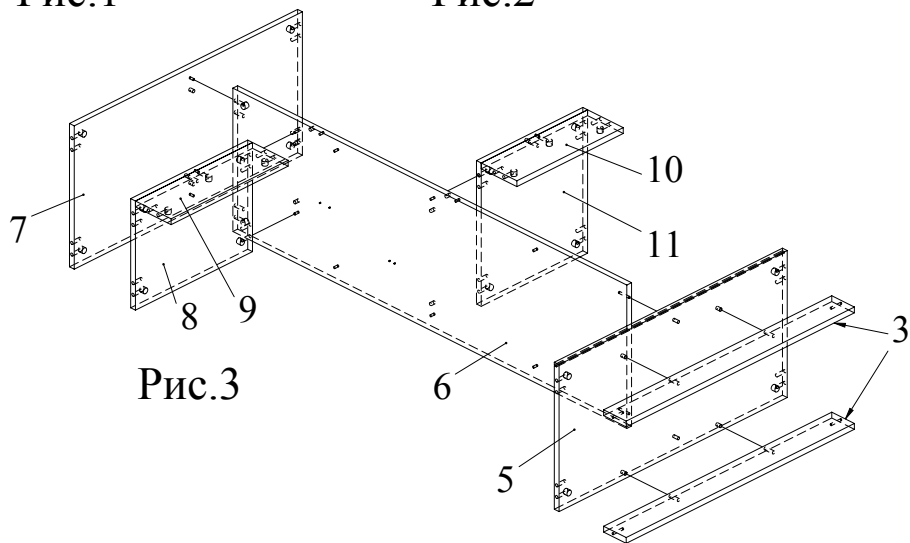

Рис.3
6. Вбить шканты в детали 3 и прикрепить их ко дну 5; прикрепить к сборке, полученной в пункте 5 (Рис. 3)